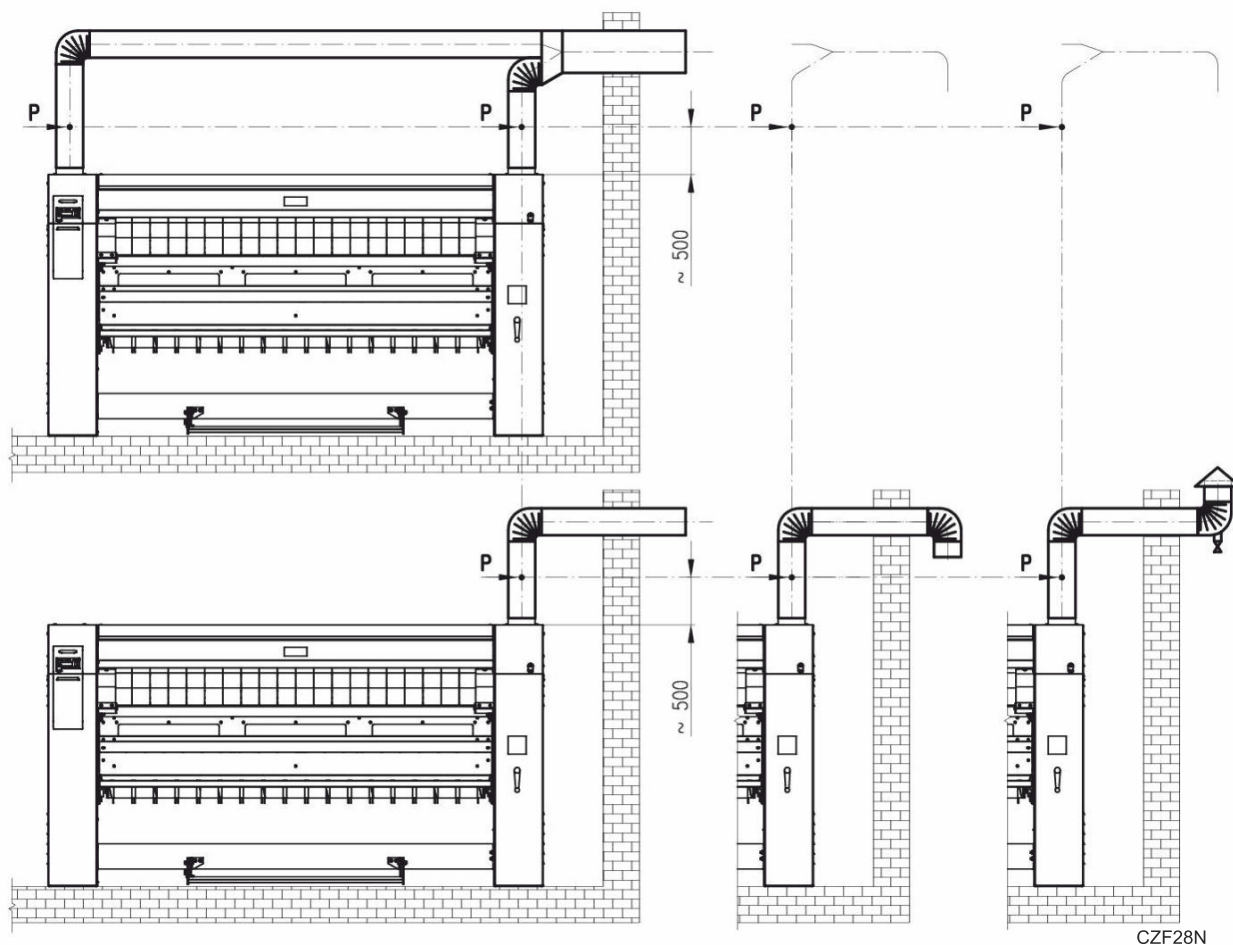

Figura 16
Parâmetros para Figura 16
- O vapor de escape deve ser conduzido separadamente de qualquer outra tubagem e tem de ser instalado de acordo com a *Figura 16*, no caminho mais curto para fora do edifício.